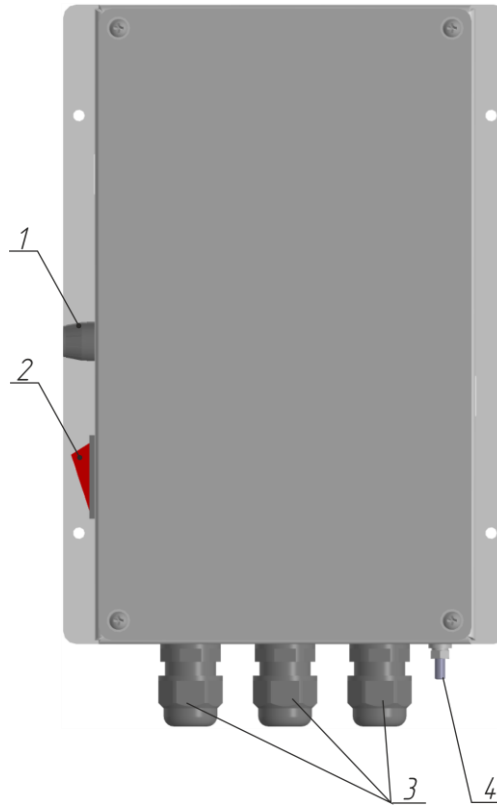

Рисунок 1 – Внешний вид изделия
1.3.1 Изделие выполнено в металлическом корпусе, на котором расположены клавишный переключатель включения (выключения) изделия и держатель вставки плавкой, см. рисунок 1.